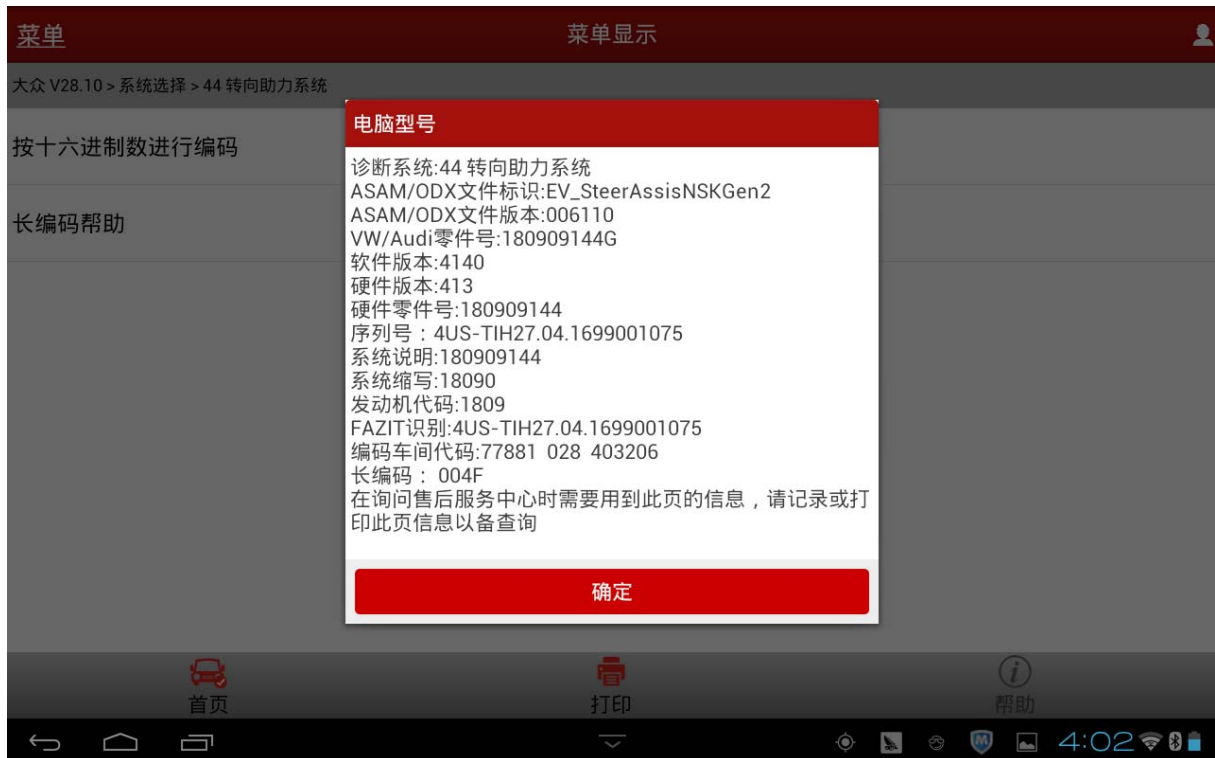

图 21
- 4). 最后提示“编码成功”即可。重新读取 ECU 电脑型号，确定长编码 004F 编码成功，如图 21;